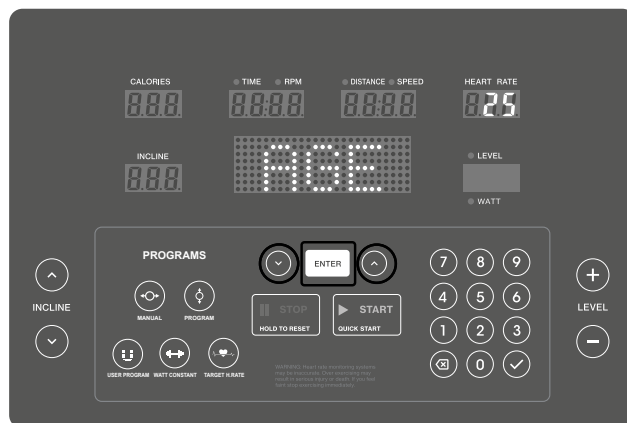

Abb. 17
3. Stellen Sie Ihr Alter mit den Pfeiltasten (v/^) ein. (Abbildung 17).